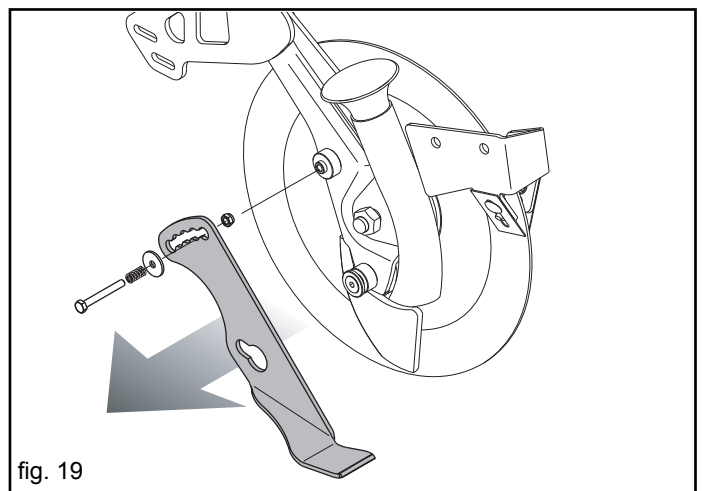

fig. 19
**WICHTIG: für das Säen in den feuchten Boden, zu einer vorgerückten Tiefe zu 5 Zentimeter, wird es geraten, um den Begrenzer zu entfernen (Fig. 19).**